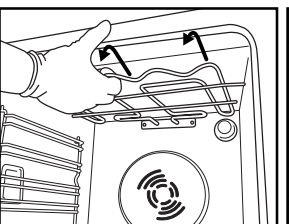
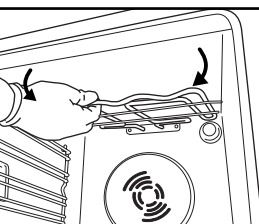

Fig. 5
Fig. 6
2. Estrarre leggermente la resistenza (Fig. 5) e abbassarla (Fig. 6).